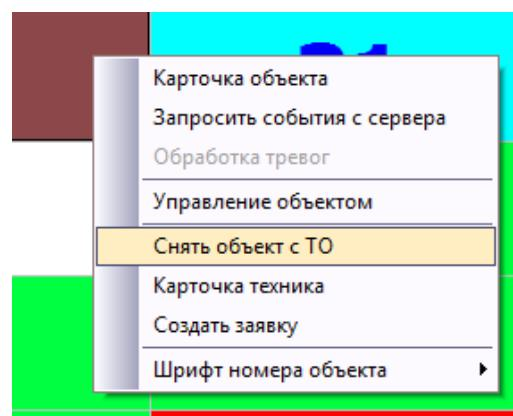

Рисунок 366
3.6 Закладка «Менеджер событий». Цвета состояний **объекта**). Для объектов, поставленных на тех.обслуживание тревожные события, приходящие в этот момент будут обрабатываться АРМ, как информационные и не будут влиять на изменение статуса объекта до тех пор, пока объект не будет снят с тех.обслуживания командой из контекстного меню «Снять объект с ТО» (Рисунок 366).